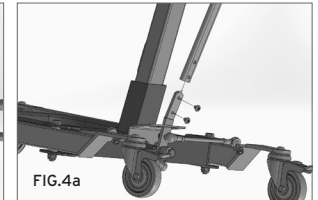

FIG.4a
- 6a. Colocar el pedal para la apertura de la base y bloquearlo con los tornillos. (Fig.4a - para mod. RI840)